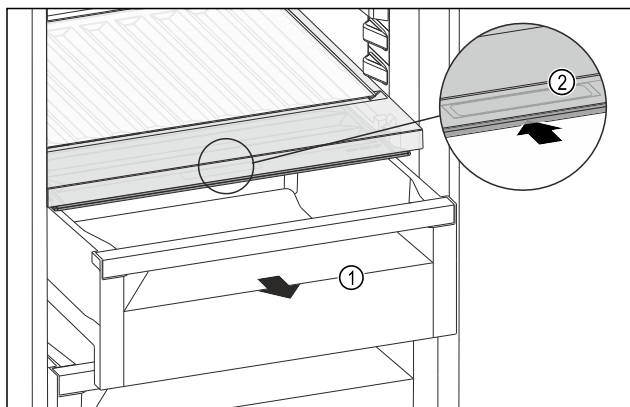

Fig. 157
- Tërhiqni jashtë sirtarin Fig. 157 (1).
- Kapni dorezën e futur Fig. 157 (2) në kapakun e ndarjes dhe në të njëjtën kohë shtyni për prapa kapakun e ndarjes.